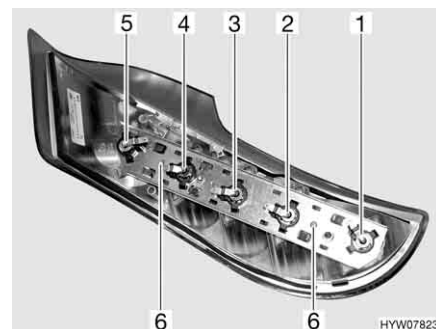

Fig. 97 Luci posteriori (lato posteriore)
- Svitare le due viti Torx (Fig. 97,6) del listello di supporto poste sul lato posteriore dell'involucro.